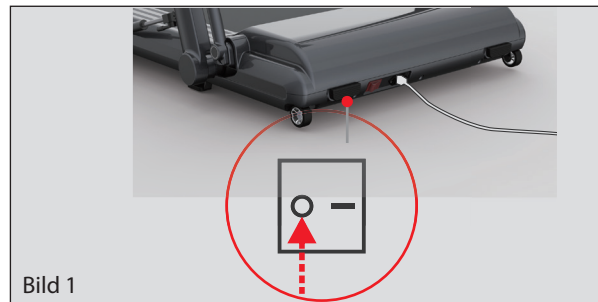

Bild 1
- Schalten Sie das Laufband mit dem ON/OFF-Schalter (Hauptschalter) ein (Bild 1).